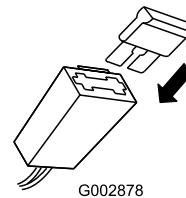

Figura 24
- Insira o fusível no porta-fusíveis (Figura 24).